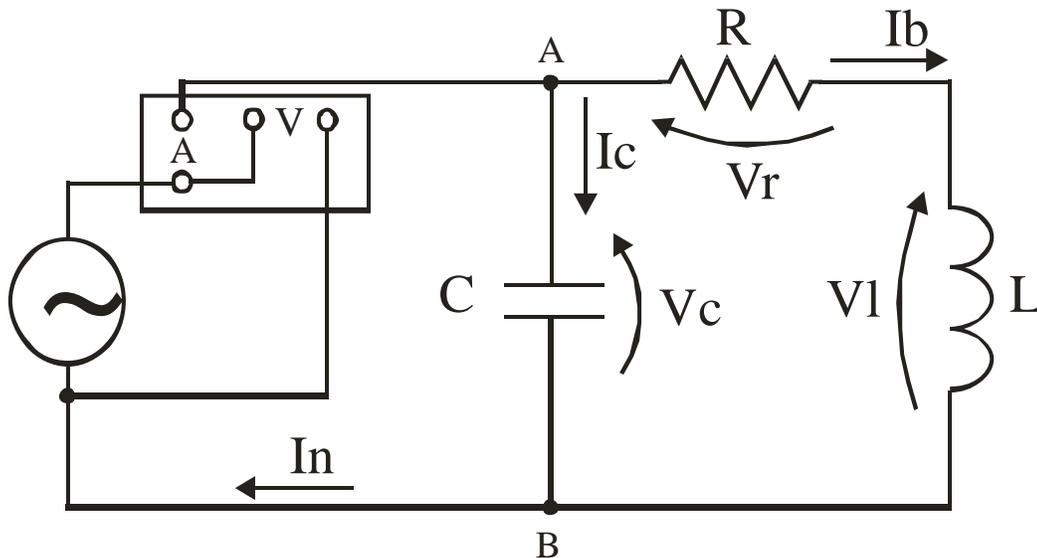

Figura 2: Circuito RL série com fator de potência corrigido.
- e) Ligue o capacitor de $8 \mu\text{F}$ entre os pontos A e B, como mostra a Figura 2;
- g) Meça a nova potência ativa W_2 consumida no circuito da Figura 2;
- vii) Calcule a potência reativa consumida pelo capacitor no circuito da Figura 2;
- viii) Calcule o fator de potência do circuito da Figura 2;